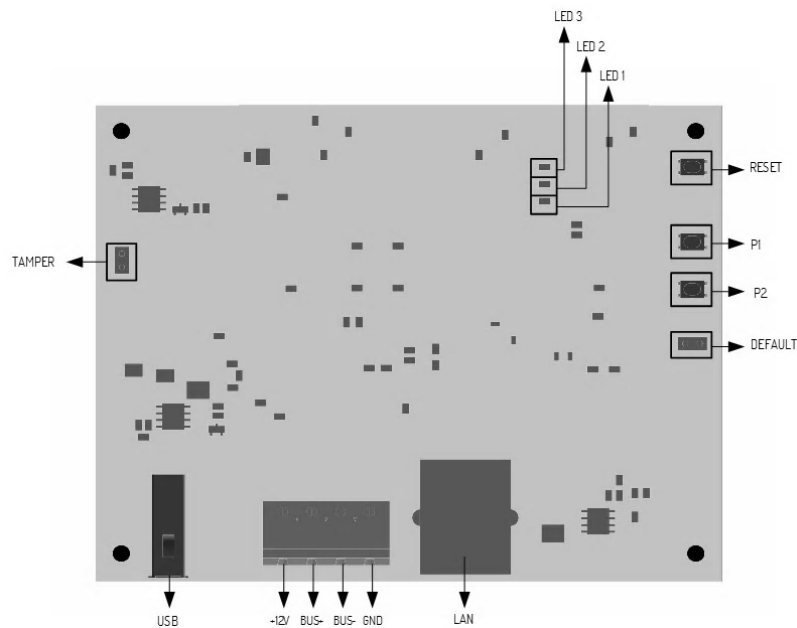

FIG.1
- Installare il contatto antistrappo TAMPER KIT codice 910314 (opzionale) sul fondo del MOD-BOX e collegarlo al jumper Tamper (Fig.1) del modulo;